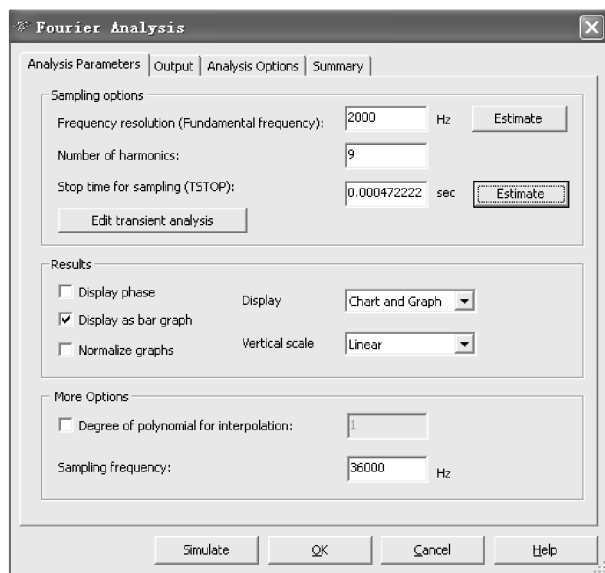
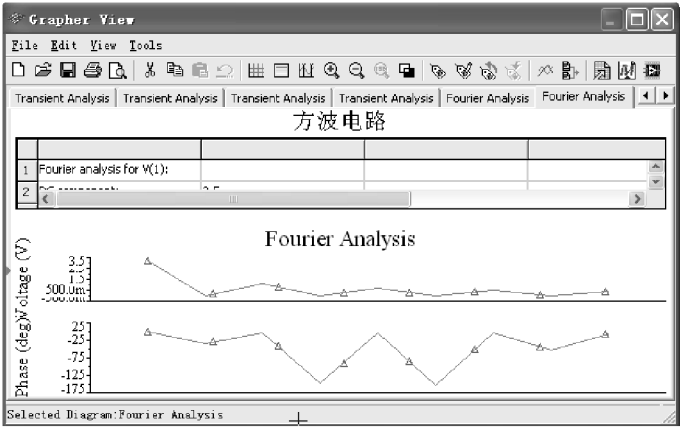
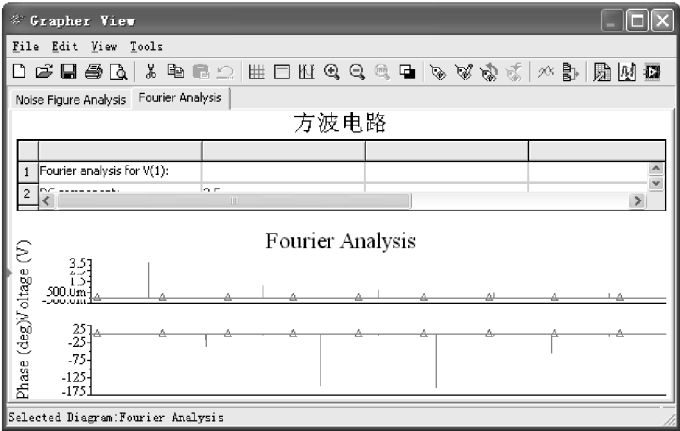
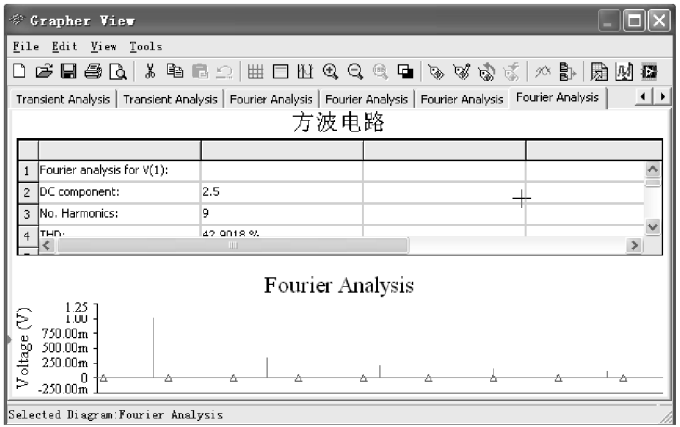

图 5-18 Fourier Analysis 对话框
图 5-20 只选中 Display phase 项时分析结果
图 5-21 选中 Display as bar graph 时分析结果
图 5-22 选中 Display as bar graph 和 Normalize graphs 时分析结果
执行 Simulate \ Analysis \ Fourier Analysis 命令，弹出如图 5-18 所示的 Fourier Analysis 对话框。
分析设置完毕后, 单击图 5-18 对话框下部的 Simulate 按钮即可进行分析。分析结果根据设置选项不同而不同。
1) 如果在图 5-18 对话框的 Results 区, 只选中 Display phase, 同时在 Display 栏选择显示 Chart and Graph (图表和曲线), 在 Vertical 栏选择频谱的纵轴刻度为 Linear (线性刻度)。分析结果的图表和曲线如图 5-20 所示。
2) 如果在图 5-18 对话框的 Results 区, 同时选中 Display phase 和 Display as bar graph, 在 Display 栏选择显示 Chart and Graph (图表和曲线), 在 Vertical 栏选择频谱的纵轴刻度为 Linear (线性刻度)。分析结果的图表和曲线如图 5-21 所示。
3) 如果在图 5-18 对话框的 Results 区, 同时选中 Display as bar graph 和 Normalize graphs, 在 Display 栏选择显示 Chart and Graph (图表和曲线), 在 Vertical 栏选择频谱的纵轴刻度为 Linear (线性刻度)。分析结果的图表和曲线如图 5-22 所示。